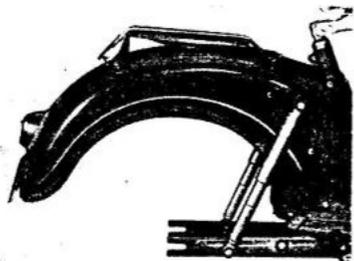

Abb. 121 Hinterkotflügel eingebaut
5. Luftpumpe abnehmen und die zwei Schlitzschrauben „a“ (Abb. 121) (M 4 x 8 mit Mutter) herausdrehen.